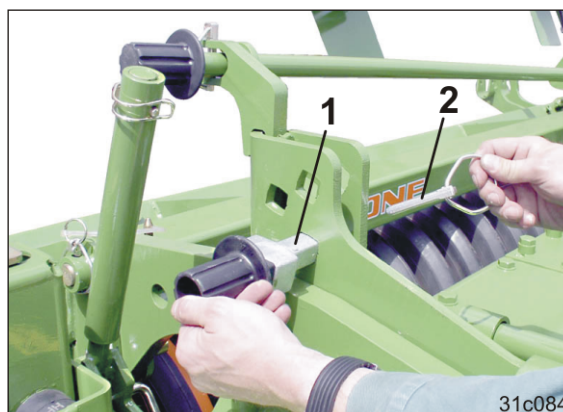

Fig. 81
4. Den Tiefenregulierungsbolzen in gewünschter Position abstecken (Fig. 81/1)
5. Beide Tiefenregulierungsbolzen mit Klapsteckern (Fig. 81/2) sichern.
5. Beide Tiefenregulierungsbolzen mit Klappsteckern (Fig. 81/2) sichern.
4. Beide Tiefenregulierungsbolzen mit Klapsteckern (Fig. 81/2) sichern.